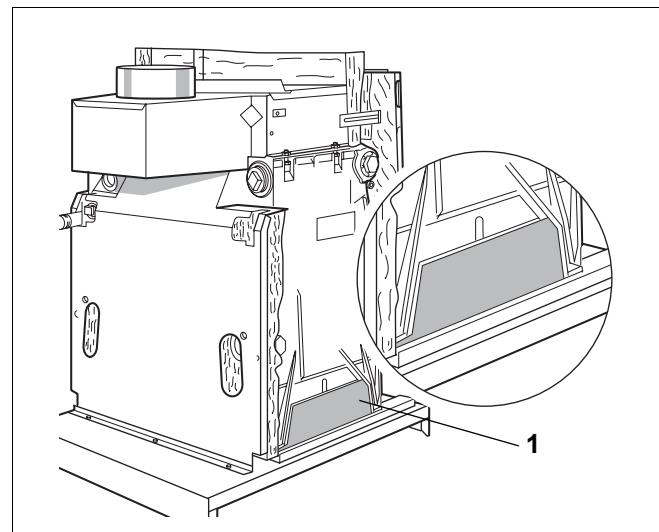

Рис. 13 Изоляционные панели
- Вставьте изоляционные панели (рис. 13, **поз. 1**) сбоку между литыми опорами.